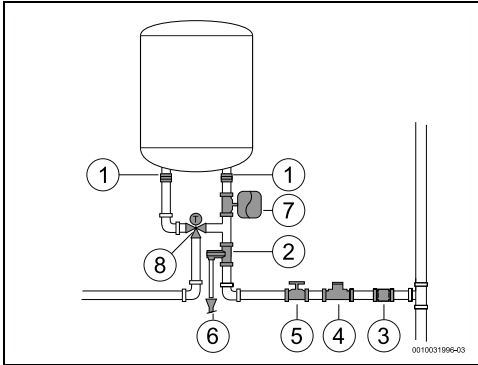

fig. 12
- Kur përdorni tuba PEX, instaloni një kontroll termostatik (Fig. 12, [8]) në tubin dalës të pajisjes. Ky duhet rregulluar për të përkuar me rendimentin e materialit të përdorur.
- instaloni një reduktues presioni (Fig. 12, [4]). Valvula e çlirimit të presionit do të aktivizohet sa herë që presioni në pajisje është mbi 8 bar (± 1 bar), për të cilën arsye është e nevojshme të planifikohet një mënyrë për shkarkimin e këtij uji.
- instaloni një enë zgjerimi (Fig. 12, [7]) për të ndaluar hapjen e shpeshtë të valvulës së çlirimit të presionit. Ena e zgjerimit të vullmit duhet të jetë e barasvlershme me 5% të vullmit të pajisjes.